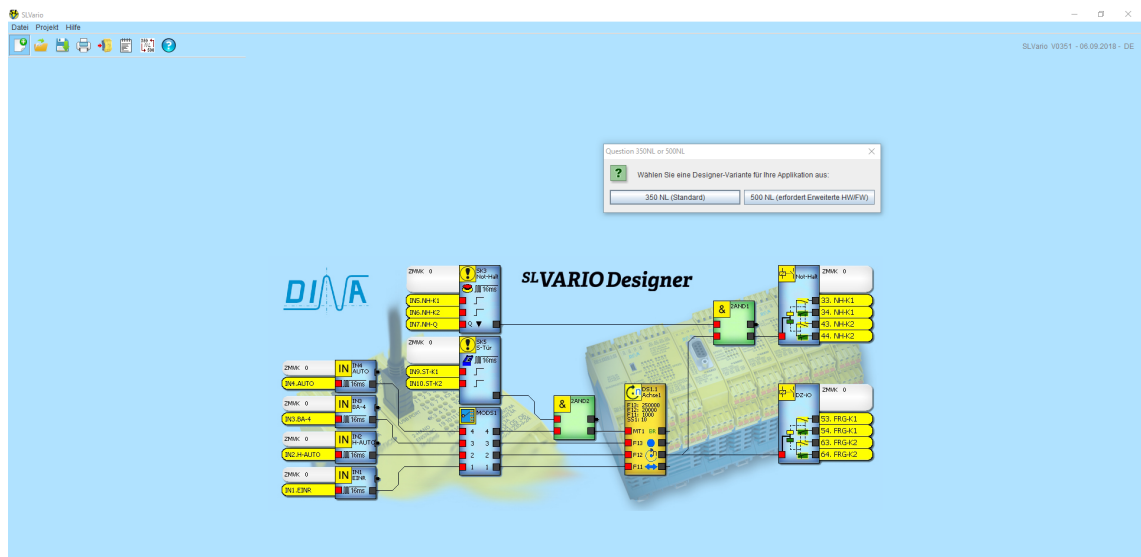

Abbildung 2-1
- öffnen Sie In der Startmaske (Abbildung 2-1) den Menüpunkt Datei, um ein Projekt zu öffnen oder starten Sie ein neues Projekt mit .